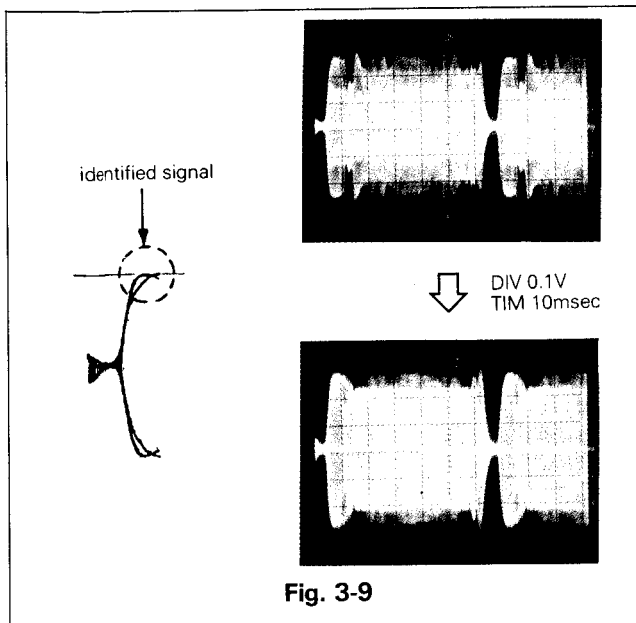

Fig. 3-9
- Régler VC6A0 de telle façon que l'amplitude maximale des signaux vidéo soit au même niveau. Voir Fig. 3-9.